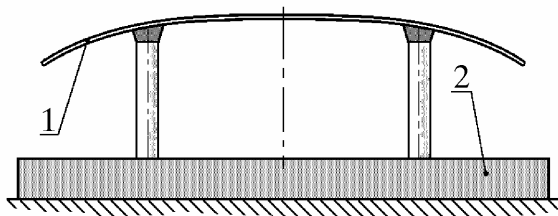

Рис. 9. Установка стекла на подставку:
**6.3. Уложить стекло 1 (рис. 9) на ложементы подставки 2 выпуклой стороной вверх**